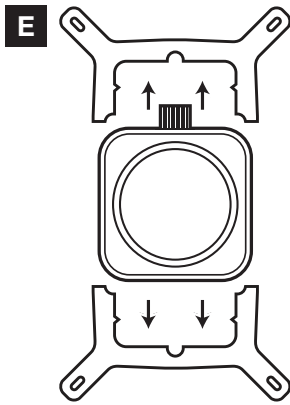

Abbildung 1
- > Entfernen Sie die integrierte Intel-Montagehalterung (Abbildung 1).